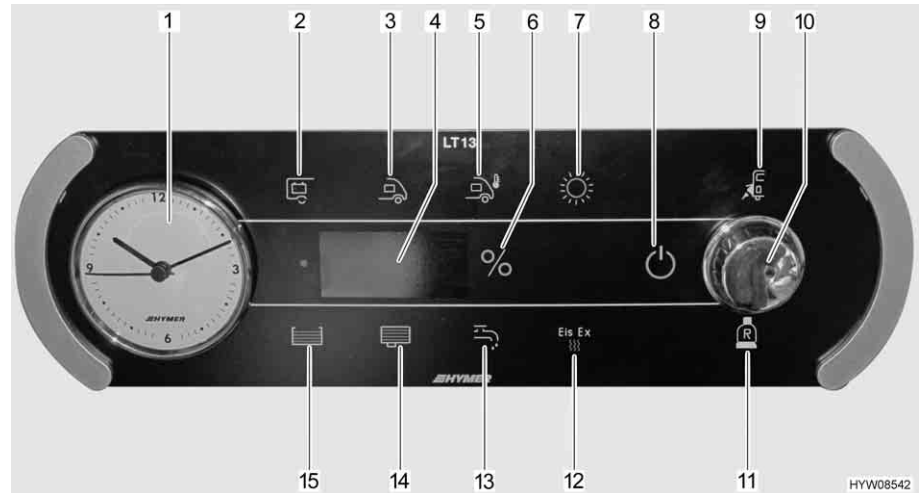

Fig. 104 Pannello di controllo (LT 13)
Il pulsante a rotazione (Fig. 104,10) inserisce o disinserisce il pannello di controllo e l'alimentazione a 12 V dell'abitacolo.
- Premere il pulsante a rotazione (Fig. 104,10): L'alimentazione a 12 V dell'abitacolo è inserita. La spia di controllo a 12 V (Fig. 104,8) diventa verde.
- Premere il pulsante a rotazione (Fig. 104,10): L'alimentazione a 12 V dell'abitacolo è disinserita. La spia di controllo a 12 V (Fig. 104,8) si spegne.
- Ruotare il pulsante a rotazione (Fig. 104,10), finché non si accende il simbolo pompa acqua (Fig. 104,13). Sull'indicatore compare lo stato di commutazione attuale ("ON" oppure "OFF").
- Ruotare il pulsante a rotazione (Fig. 104,10), finché non si accende il simbolo Eis-Ex (Fig. 104,12). Sull'indicatore compare lo stato di commutazione attuale ("ON", "AUTO" oppure "OFF").
Il simbolo controllo di rete (Fig. 104,9) è acceso quando il veicolo è alimentato con tensione di rete a 230 V. Le batterie vengono caricate.
Il simbolo bombola del gas di riserva (Fig. 104,11) è acceso quando viene utilizzata la bombola del gas di riserva.
- Ruotare il pulsante a rotazione (Fig. 104,10), finché non si accende il simbolo temperatura esterna (Fig. 104,5). La temperatura esterna viene visualizzata sull'indicatore (ad es. "25 °C").
- Ruotare il pulsante a rotazione (Fig. 104,10), finché non si accende il simbolo batteria abitacolo (Fig. 104,2). La tensione della batteria dell'abitacolo viene visualizzata sull'indicatore (ad es. "13,8U" per 13,8 Volt).
- Ruotare il pulsante a rotazione (Fig. 104,10), finché non si accende il simbolo della batteria dell'abitacolo (Fig. 104,2). La corrente della batteria dell'abitacolo è visualizzata sull'indicatore.
- Ruotare il pulsante a rotazione (Fig. 104,10), finché non si accende il simbolo batteria d'avviamento (Fig. 104,3). La tensione della batteria d'avviamento viene visualizzata sull'indicatore (ad es. "12,1U" per 12,1 Volt).
- Ruotare il pulsante a rotazione (Fig. 104,10), finché non si accende il simbolo solare (Fig. 104,7). La corrente fornita dal pannello di controllo solare viene visualizzata sull'indicatore (ad es. "5,8A" per 5,8 Ampère).
- Ruotare il pulsante a rotazione (Fig. 104,10), finché non si accende il simbolo serbatoio acqua (Fig. 104,15). Il livello del serbatoio dell'acqua è visualizzato in percentuale sull'indicatore. Se il serbatoio dell'acqua è vuoto, l'indicatore lampeggia.
- Ruotare il pulsante a rotazione (Fig. 104,10), finché non si accende il simbolo serbatoio acque grigie (Fig. 104,14). Il livello del serbatoio delle acque grigie è visualizzato in percentuale sull'indicatore. Se il serbatoio delle acque grigie è pieno, l'indicatore lampeggia.
- ▷ Se il simbolo "%" (Fig. 104,6) lampeggia, significa che il sensore è difettoso. Pulire il sensore o chiamare il servizio clienti.